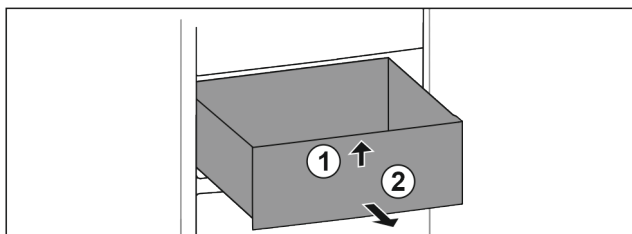

Fig. 103
- ▶ Unieść szufladę z przodu. Fig. 103 (1)
- ▶ Wyjąć szufladę do przodu. Fig. 103 (2)